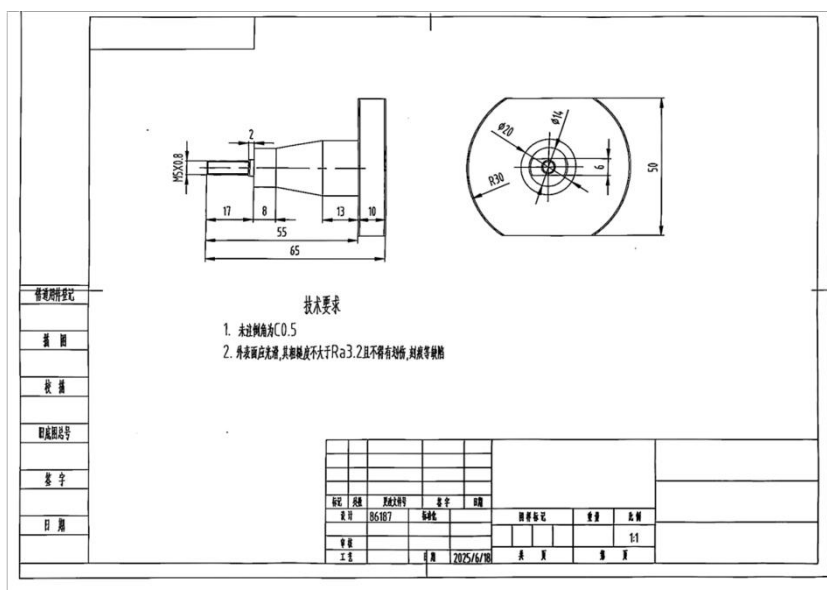

图4 标注尺寸样图
(3) 生成夹具二维图纸需放在标准图框中（标准图框由组委会提供），二维图纸上应标注相应尺寸，尺寸应包含有公差，所有尺寸公差应控制在 $\pm 0.1\text{mm}$ 内，标注尺寸数量不少于5个，标注的尺寸必须包含夹具的总高、夹具与桨叶装配所用的孔或轴的直径、夹具底部夹持位置的长度、夹具底部夹持位置的宽度、夹具与桨叶配合面到夹具底部的高度五个关键尺寸，详见图4。提交的工程图要求包含夹具完整三视图，清晰标注全部尺寸，提交格式为PDF。